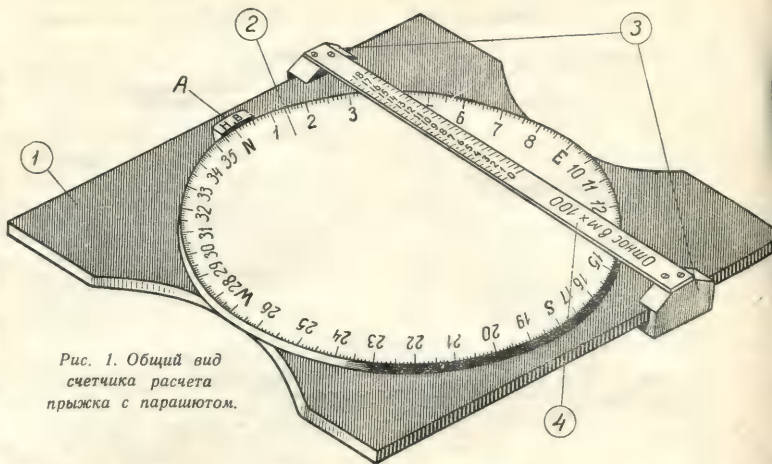

Рис. 1. Общий вид счетчика расчета прыжка с парашютом.
Счетчик расчета прыжка с парашютом (рис. 1) служит для графического расчета прыжка. Он состоит из основания (1), лимба (2), двух ползунков (3) и линейки (4).